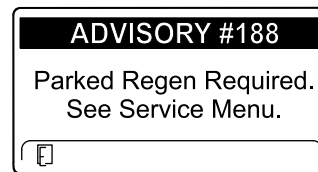

Figura 45
- Regeneración estacionaria necesaria AVISO N° 188 (Figura 45)